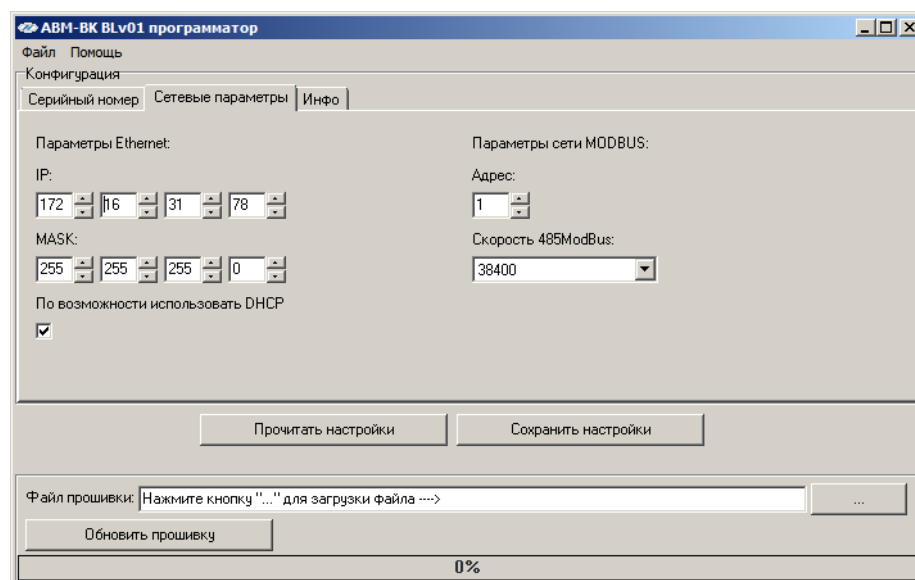

Рис. 9. Вкладка "Сетевые параметры"
- 2.2.2.5. На вкладке «Сетевые параметры» (рис. 9) задать значение IP-адреса и маски подсети в соответствии с настройками имеющейся сети. При необходимости задать параметры сети MODBUS. Нажать кнопку «Сохранить настройки».